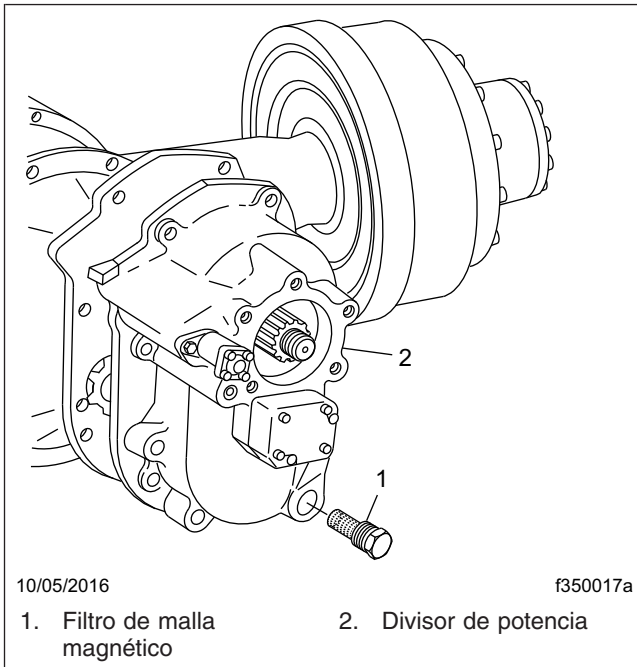

Figura 6, Filtro de malla magnético para ejes motores en tándem Dana Spicer
- 4.1 Retire el filtro de malla magnético de la cubierta del divisor de potencia. Vea la **Figura 6**.